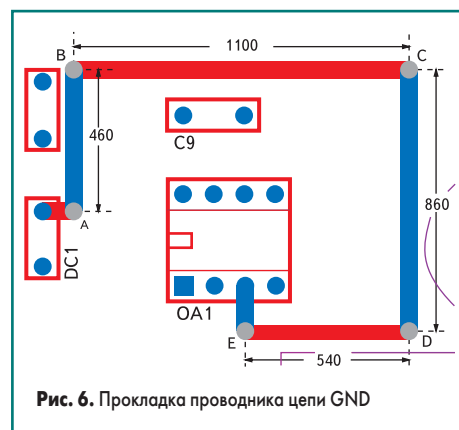

Рис. 6. Прокладка проводника цепи GND
не были удалены или изменены автотрассировщиком. Выполним соединение цепи GND между микросхемой OA1 и блокировочным конденсатором DC1, как показано на рис. 6.
9. Переместим курсор горизонтально в точку А (рис. 6) с координатами X3000 Y1370 и выполним щелчок левой кнопкой мыши.